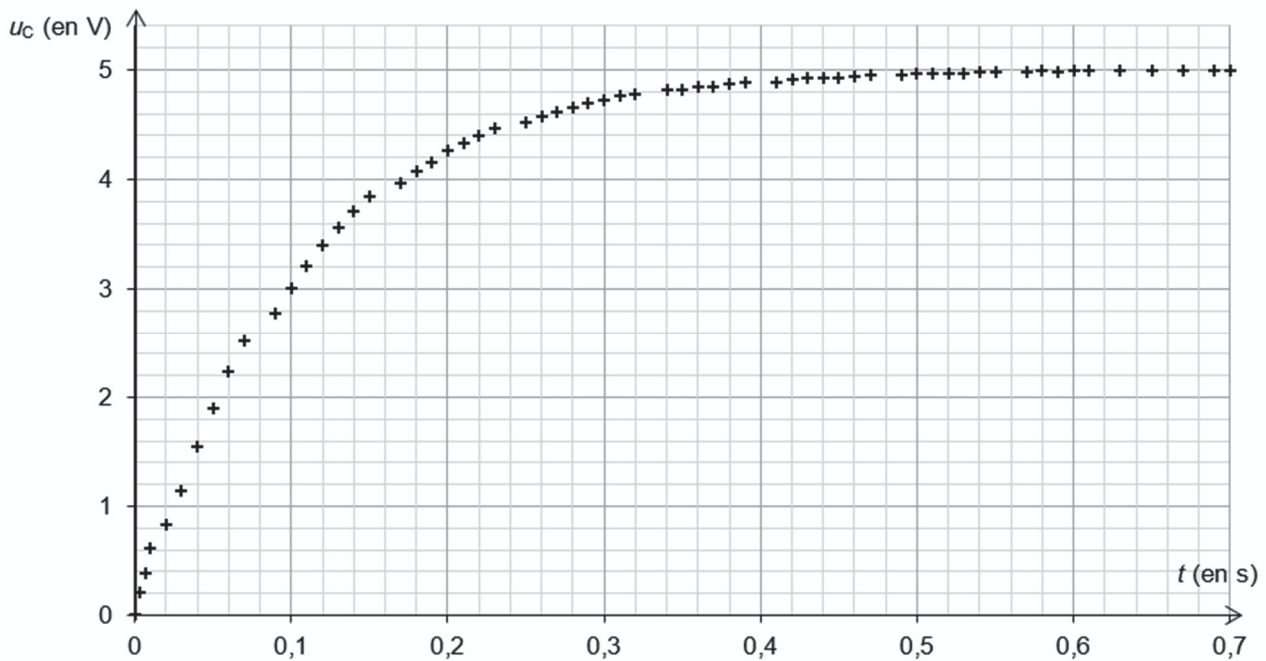

Figure 5. Évolution temporelle de la tension  $u_C(t)$  aux bornes du condensateur lors de sa charge
On réalise une première expérience de charge du condensateur pour une hauteur  $h_{\text{test}}$  de liquide. La figure 5 représente l'évolution temporelle de la tension  $u_C(t)$  aux bornes de ce condensateur.
**Q5.** À l'aide des figures 5 et 6, déterminer la hauteur  $h_{\text{test}}$  de liquide utilisée dans la première expérience.